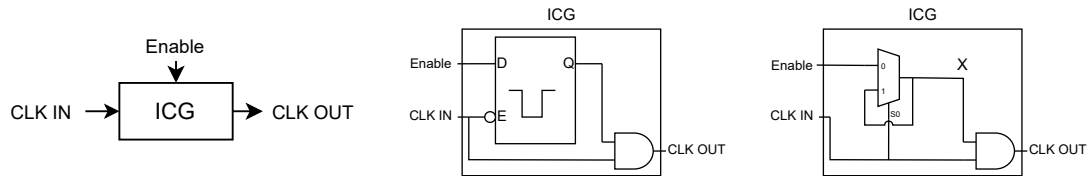
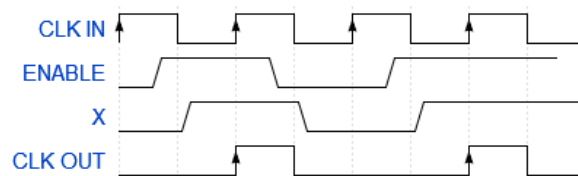

Figura 15: Símbolo, circuito y esquema lógico de un ICG
Figura 16: Formas de onda de un ICG
**ICG: Integrated Clock Cell** Un Integrated Clock Cell (ICG) es una celda estándar presente en la mayoría de los PDK modernos. Su funcionalidad es removerle el clock a un FF de a ciclos completos, libre de cualquier tipo de glitch. Están contruidos con un latch negativo y una compuerta AND. Se puede ver su símbolo, su circuito, su esquema equivalente en la Figura 15 y su diagrama de tiempos en la Figura 16.